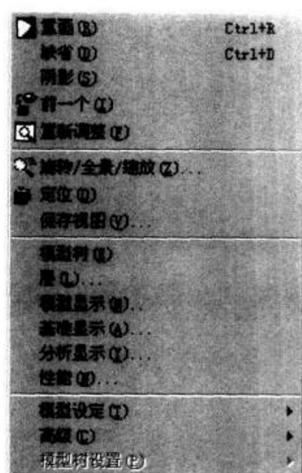

图 1.7
- **视图** 有关调整视图显示的命令如图 1.7 所示。这里的大部分命令可以通过下拉菜单下方的工具栏内的命令来实现，而只有少数命令需要在这里面选择，如层 (Layer)、模型显示 (Model Display)、模型设定 (Model Setup)、高级、模型树设置等。